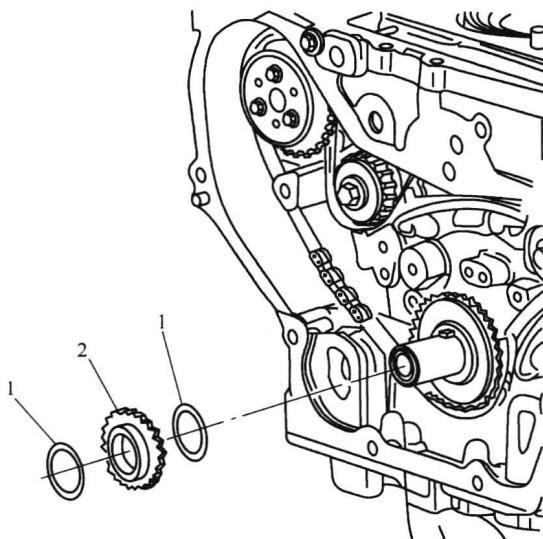
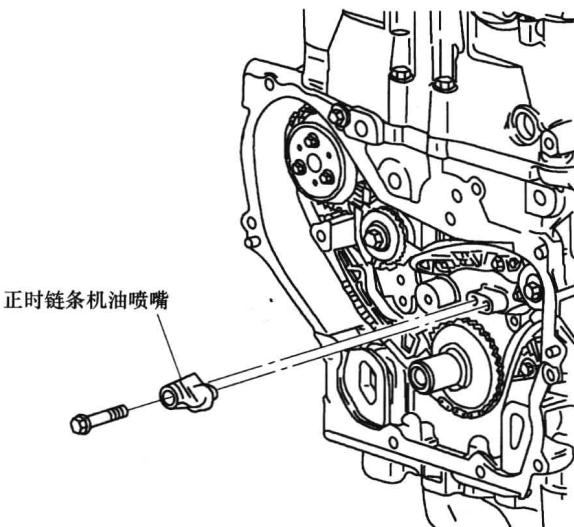

图 1-10 拆下摩擦垫圈和曲轴链条轮
图 1-11 正时链条机油喷嘴
- (19) 若装配，拆下摩擦垫圈，如图 1-10 所示。
- (20) 拆下曲轴链条轮，如图 1-10 所示。
- (21) 拆下正时链条机油喷嘴螺栓。
- (22) 拆下正时链条机油喷嘴，如图 1-11 所示。